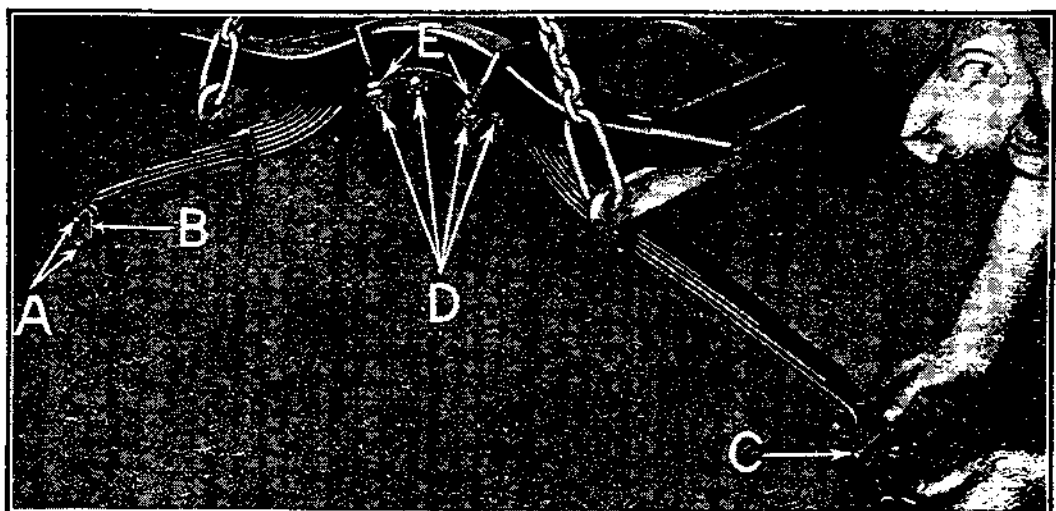

Fig. 56
- a) Dévisser les écrous des jumelles (voir A, fig. 56) et retirer les axes B; retirer ensuite les jumelles et les supports de la façon indiquée à C.